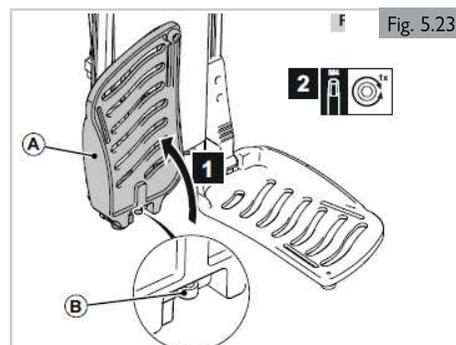

Fig. 5.23
4. Comme avec tout composant mobile, veillez à ne pas vous pincer les doigts. (Fig. 5.23)
Inclinaison de la cheville (Fig. 5.23)